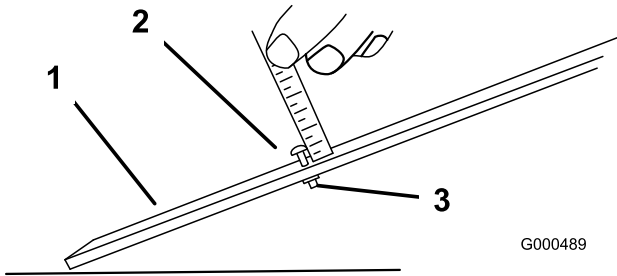

図 54
- ゲージバー (図 54) のナットをゆるめ、調整ネジを希望の刈り高に合わせる。ネジ頭の下からバーの表面までの距離が刈り高となる。